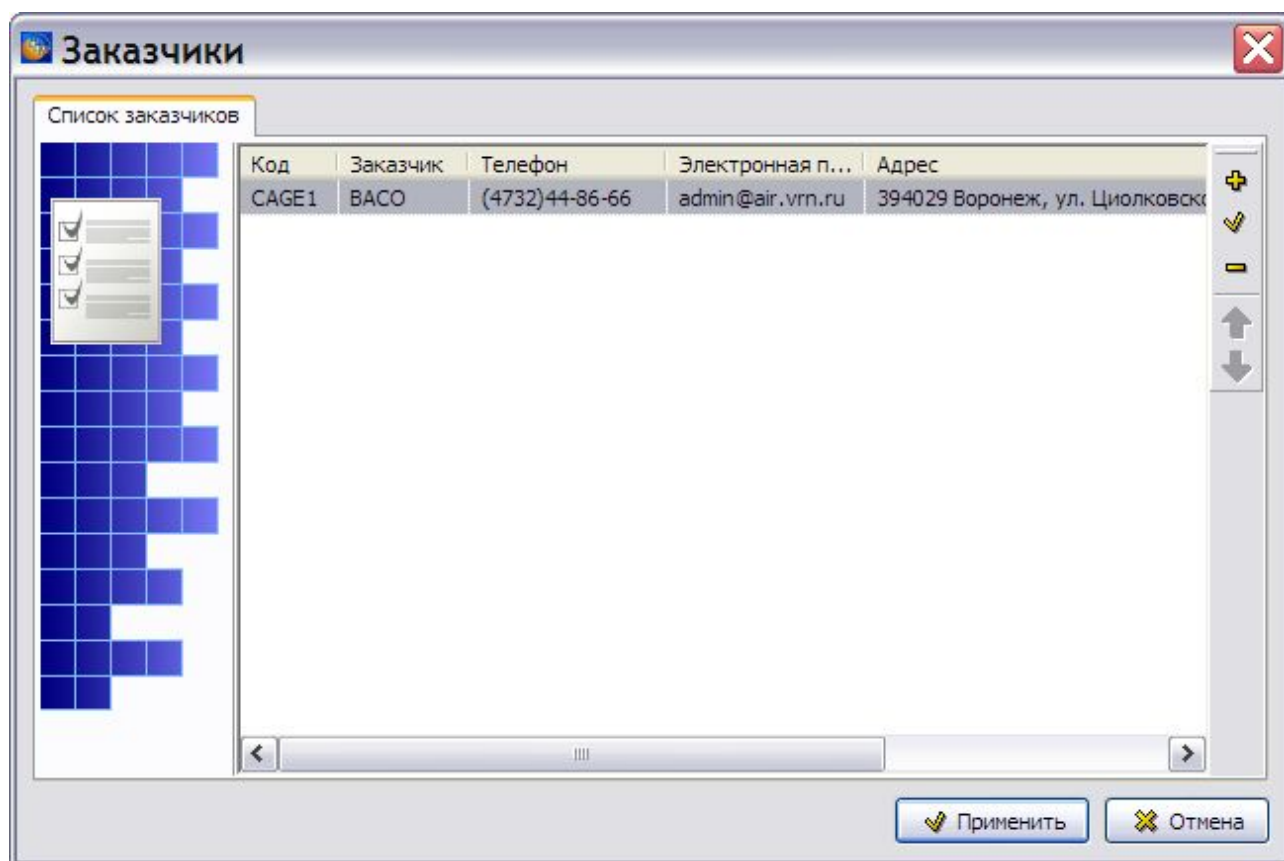

Рис. 11.5
4. Нажмите на кнопку **Применить**. При этом диалоговое окно **Клиент** закроется, и введенная информация о заказчике отобразится в диалоговом окне **Заказчики** (Рис. 11.5).